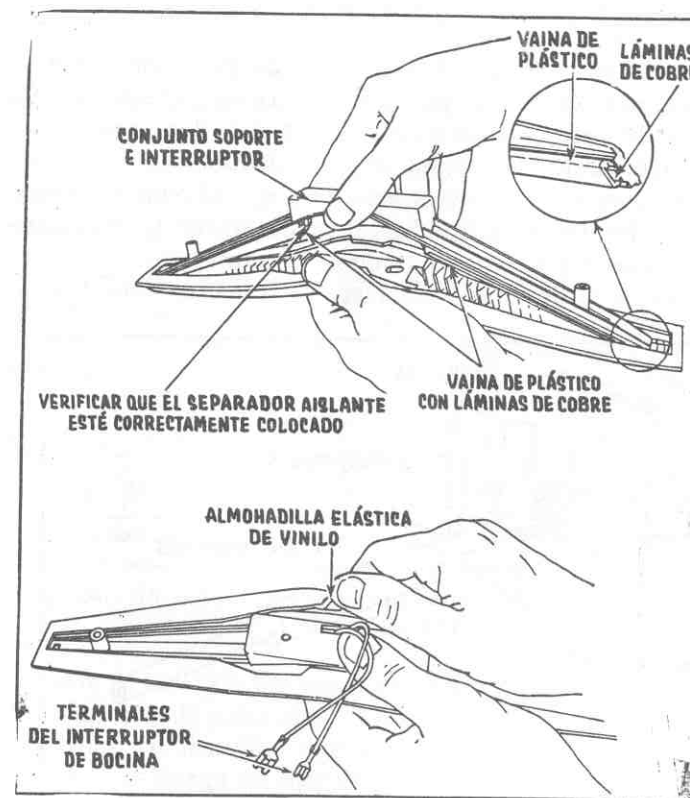

Fig. 102.— Instalación de la almohadilla elástica de vinilo.
**Montaje.** Insertar las dos puntas de la almohadilla de vinilo en los bordes extremos del soporte de plástico (fig. 102). Desde los extremos hacia el centro se deberá instalar toda la almohadilla de modo tal que cubra perfectamente los bordes del soporte. Montar el emblema ornamental insertando sus pernos de sujeción en los correspondientes orificios del soporte de plástico.